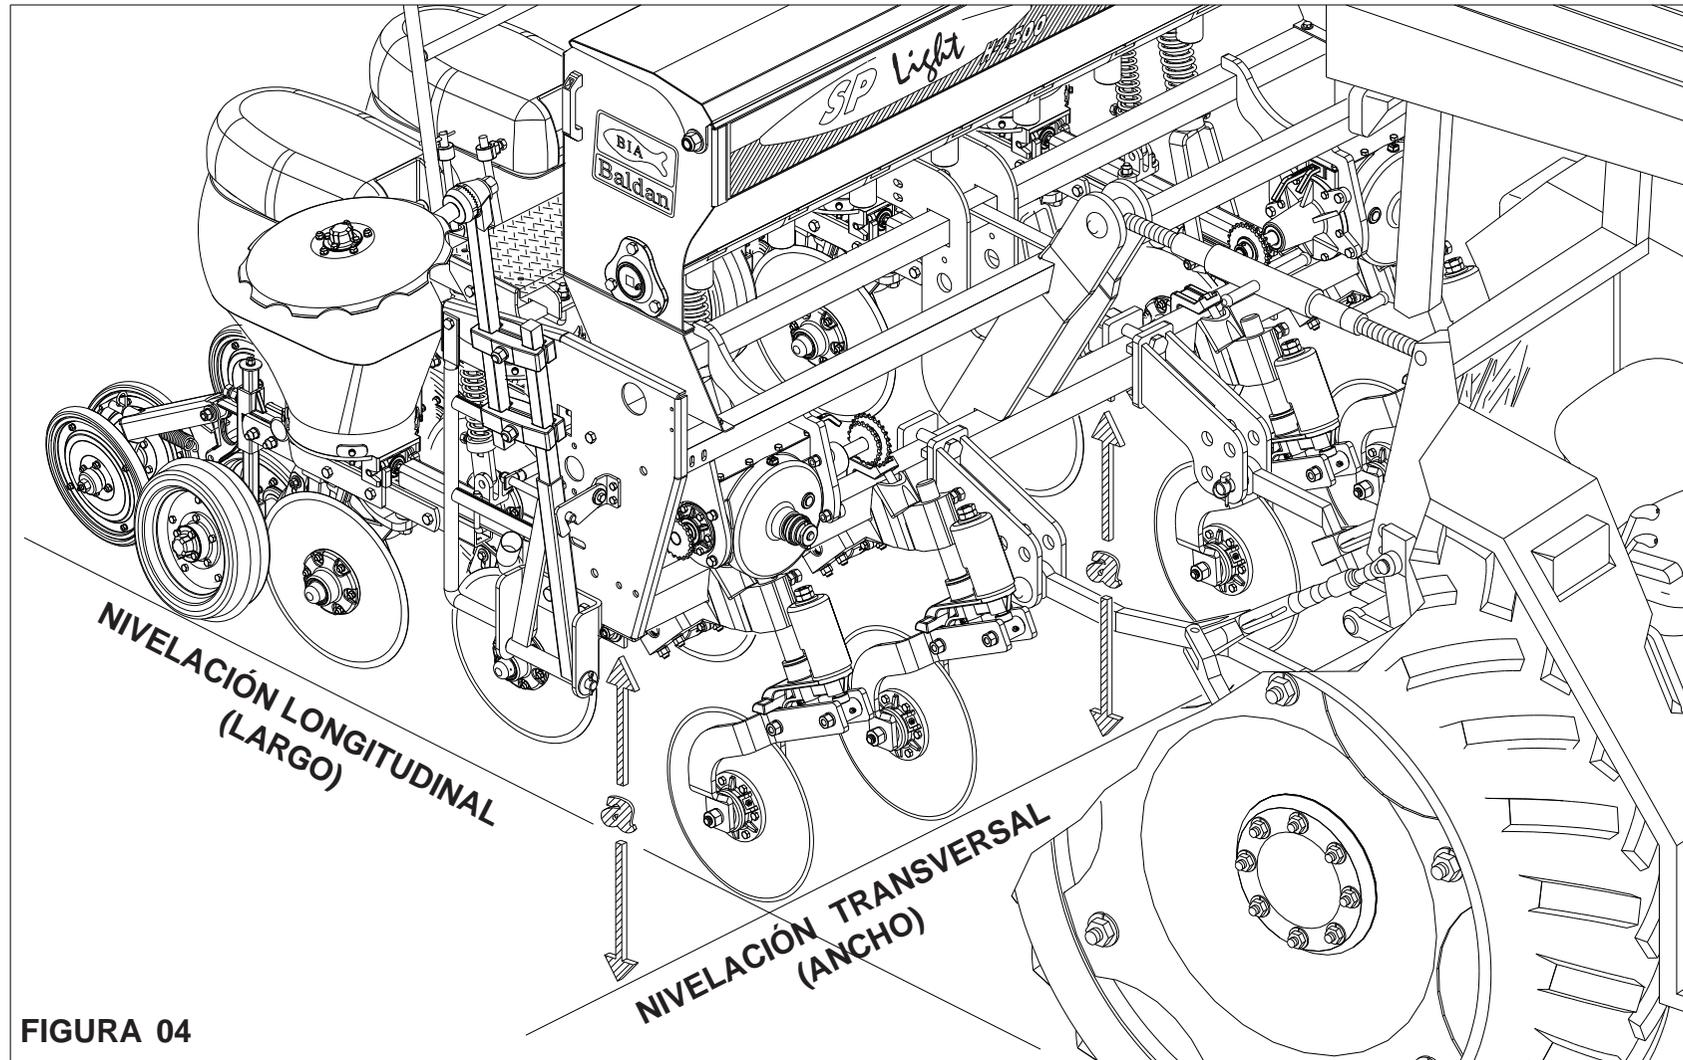

FIGURA 04
- NIVELACIÓN DE LA SEMBRADORA (FIGURA 04)